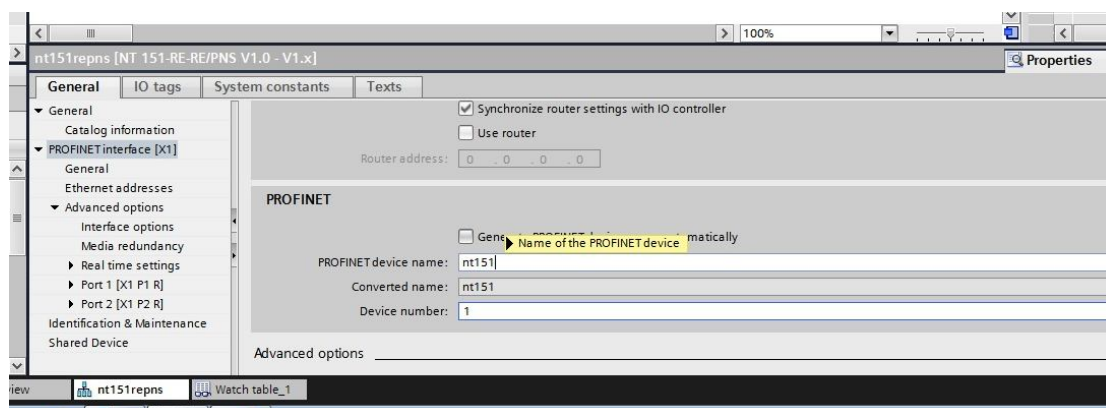
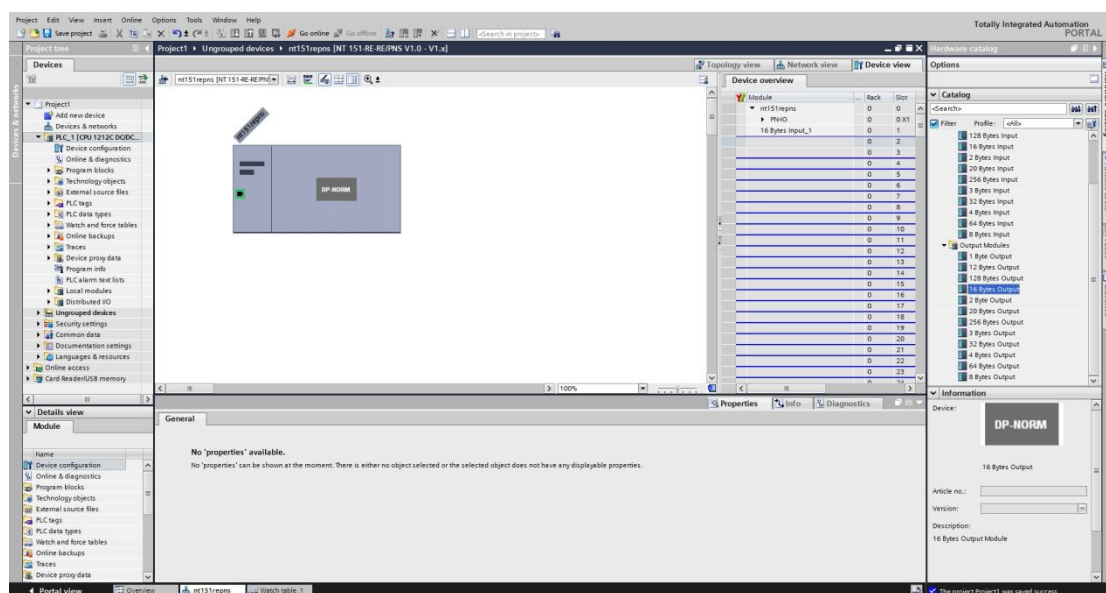

图 6.4 设定 Profinet 名称
图 6.5 添加输入输出模块
(4) 配置 NT 151-RE-RE 的参数,首先需要双击 NT 151 的图标,在“Profinet Interface”的参数中设定产品名称为“nt151”和前面在 SYCON.net 中分配给网关的名称一致,参考图 6.4。其次需要添加 NT 151-RE-RE 的输入输出模块,可以和 SYCON.net 中设定的输入输出一致,同时可以在具体的输入输出模块后面检查此模块在 PLC 内存中的起始地址,以便后面写程序或测试所用,参考图 6.5。